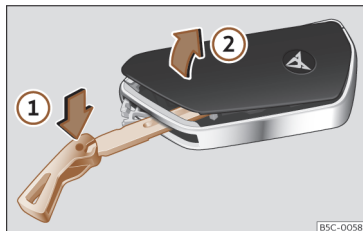

Fig. 64 Chiave del veicolo: aprire il coperchio del vano della batteria.
- Introdurre lo spadino nella fessura >>> fig. 64, premendolo in direzione della freccia ① e sollevare il coperchio facendo leva ②.